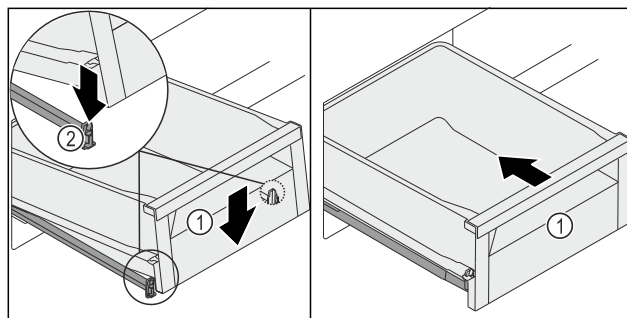

Fig. 136
- Szufladę Fig. 136 (1) opuścić z przodu tak, aby szuflada po stronie lewej i prawej wsunęła się w zacisk Fig. 136 (2).
- Szuflada Fig. 136 (1) zatrzaskuje się styszalnie.
- Wsunąć szufladę Fig. 136 (1).